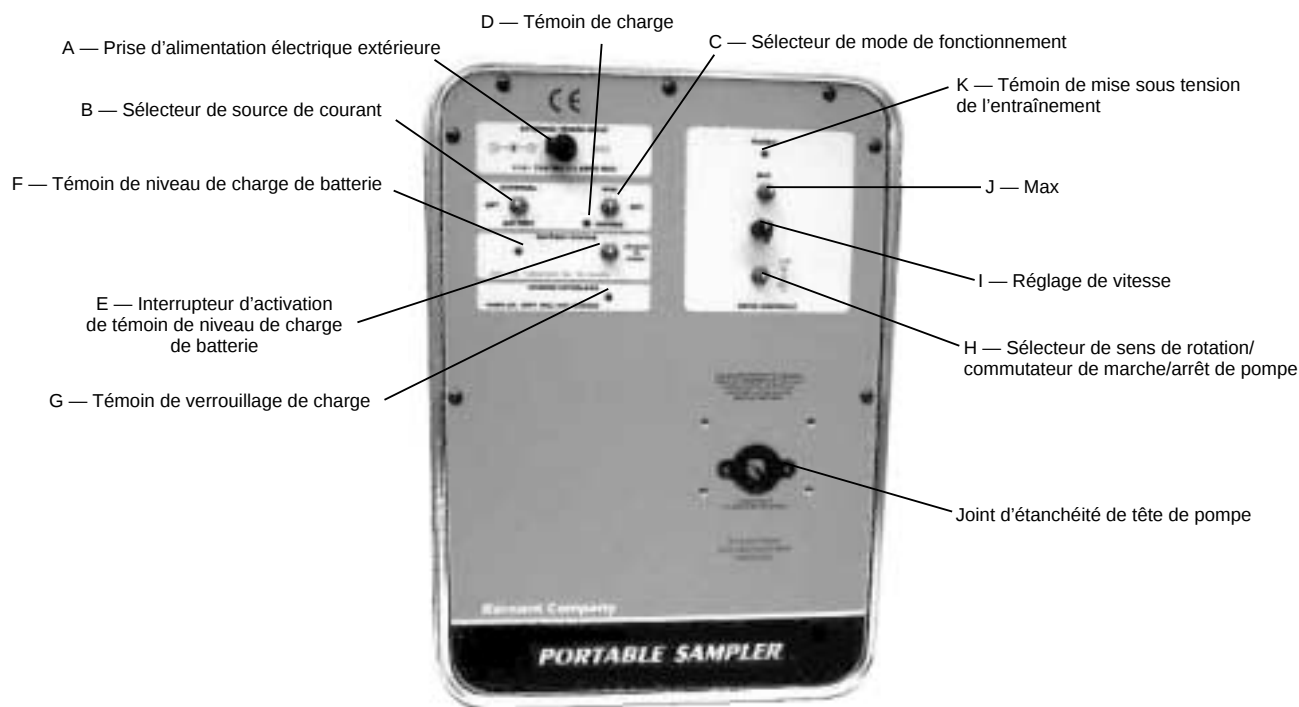

FIGURE 1 PANNEAU DE COMMANDE
- A. Connecter le bloc d'alimentation/transformateur alternatif-continu à l'entraînement en relevant le couvercle de la prise d'ALIMENTATION ÉLECTRIQUE EXTÉRIEURE (A) et enfoncer la fiche d'alimentation coaxiale de 2,5 mm dans la prise. (Voir Figure 1.)
- A. Placer le **sélecteur de source de courant (B) (EXTERNAL/BATTERY, alimentation extérieure/batterie)** dans la position « **BATTERY** ».
- B. Placer le **sélecteur de mode de fonctionnement (C) (RUN/CHARGE, marche/charge)** en position « **RUN** ».
- C. Tourner le **sélecteur de sens de rotation/commutateur de marche/arrêt de pompe (H)** dans le sens horaire ou antihoraire. (Voir Figure 1.) (Lors d'un changement de sens, commencer par mettre l'appareil hors tension en plaçant le sélecteur dans sa position centrale, qui est celle d'ARRÊT.)
- D. **Régler le débit de la pompe** à l'aide du potentiomètre à 1 tour de **réglage de vitesse (I)** en tournant celui-ci dans le sens horaire pour augmenter le débit ou dans le sens antihoraire pour le réduire.
- E. Pour « **amorcer le tube** », basculer l'**interrupteur « MAX » (J)** vers le haut ou vers le bas pour faire tourner la pompe à la vitesse maximum.
- A. Placer le **sélecteur de source de courant (B) (EXTERNAL/BATTERY, alimentation extérieure/batterie)** dans la position « **EXTERNAL** ».
- Connecter le bloc d'alimentation/transformateur alternatif-continu à l'entraînement en relevant le couvercle de la prise d'ALIMENTATION ÉLECTRIQUE EXTÉRIEURE (A) et enfoncer la fiche d'alimentation coaxiale de 2,5 mm dans la prise. (Voir Figure 1.)
- Raccorder le bloc d'alimentation/transformateur alternatif-continu au secteur. Placer le sélecteur de source de courant (B) (EXTERNAL/BATTERY, alimentation extérieure/batterie) dans la position « EXTERNAL ».
- Placer le sélecteur de mode de fonctionnement (C) (RUN/CHARGE, marche/charge) en position « RUN ».
- Tourner le sélecteur de sens de rotation/commutateur de marche/arrêt de pompe (H) dans le sens horaire ou antihoraire. (Voir Figure 1.) (Lors d'un changement de sens, commencer par mettre l'appareil hors tension en plaçant le sélecteur dans sa position centrale, qui est celle d'ARRÊT.)
- Régler le débit de la pompe à l'aide du potentiomètre à 1 tour de réglage de vitesse (I) en tournant celui-ci dans le sens horaire pour augmenter le débit ou dans le sens antihoraire pour le réduire.
- Pour « amorcer le tube », basculer l'interrupteur « MAX » (J) vers le haut ou vers le bas et le maintenir dans cette position pour faire tourner la pompe à la vitesse maximum.